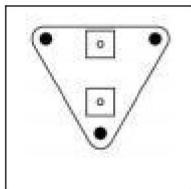

Fig. 1.
- 1). Utilizzare i pannelli a parete(2) per impostare la posizione delle ventole richiesta. segna tre fori di montaggio, praticare tre fori nelle posizioni contrassegnate. Assicurarsi l'area di montaggio sia strutturalmente sana e priva di ostruzioni.Vedi il(Fig.1.)